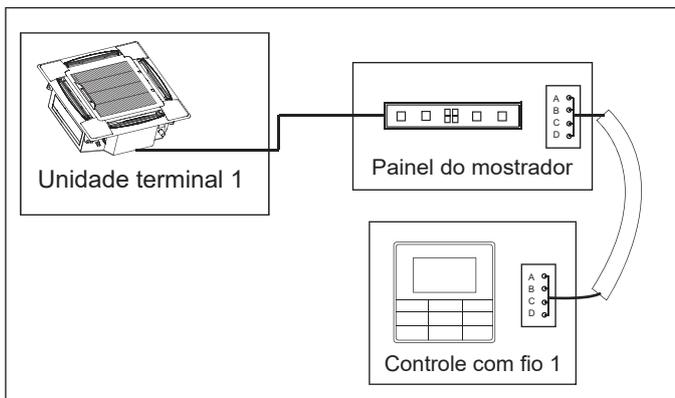

Figura 7.9
- Use 1 controle com fio para controlar 1 unidade terminal (consulte a Figura 7.9).